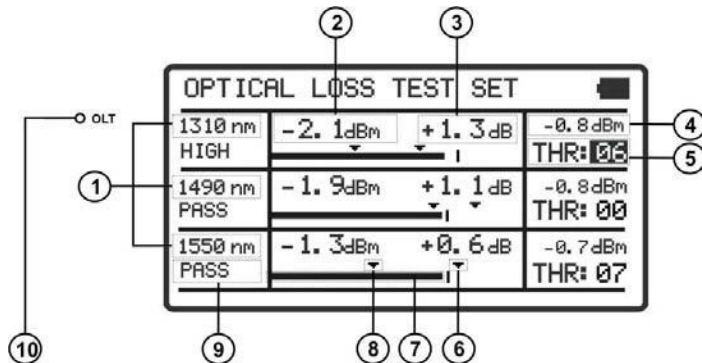

Figure 8.- Écran **OPTICAL LOSS TEST SET**.
- 3.- Appuyez sur **SEL**  [4] pour entrer à la fonction (voire figure 8).
- 3.- Appuyez sur **SEL**  [4] pour rentrer a l'écran (Voir figure 8.-).